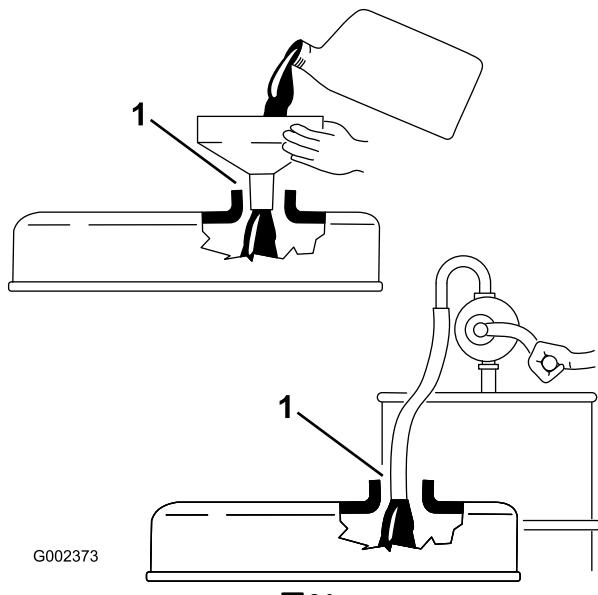

图24
**重要事项：** 确保为发动机添加机油时已取出量油尺。当添加机油或注油时，气门室盖内的注油设备与注油孔之间必须有空隙，如图24所示。此空隙是注油时准许通风所必需的，可以防止油溢入通气孔。